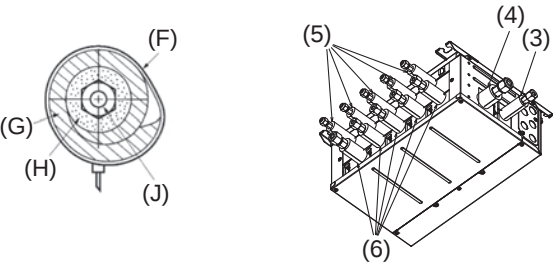
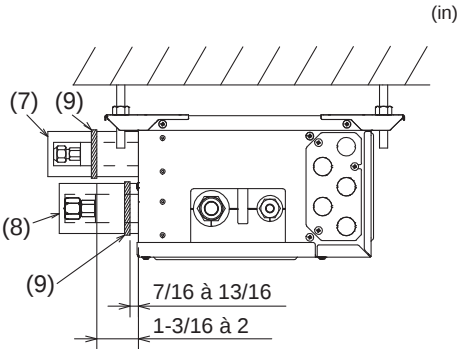

Fig. 7-3
Fig. 7-4
- Isolez les tuyaux de liquide et de gaz du Boîtier de dérivation en appliquant de la mousse polyéthylène résistante à la chaleur tout autour. (Fig. 7-3) Sinon, il pourrait en résulter des blessures lors du raccordement des tuyaux ou des fuites d'eau en raison de la condensation sur ces derniers. Tout raccordement incorrect engendre un dysfonctionnement.
- 5) Appuyez les cache-tuyaux (3) et (5) sur les tuyaux de liquide contre l'appareil et enroulez-les pour les maintenir en place. (Fig. 7-3)
- 6) Appuyez les cache-tuyaux (4) et (6) sur les tuyaux de gaz contre l'appareil et enroulez-les pour les maintenir en place. (Fig. 7-3)
- 7) Fixez les sangles fournies (9) à 7/16-13/16 in (10 à 20 mm) de chaque extrémité des cache-tuyaux ((3)(4)(5)(6)).
- 8) Si l'appareil intérieur n'est pas raccordé, raccordez les cache-tuyaux (avec les bouchons, (7) et (8)) sur les branchements des tuyaux de réfrigérant du Boîtier de dérivation contre l'appareil afin d'éviter un écoulement de condensation des tuyaux. (Fig. 7-4)
- 9) Fixez les cache-tuyaux ((7)(8)) à l'aide des sangles fournies (9).
- (F) Sangle (3.1. Accessoire n° (9))
- (G) Cache-tuyaux (3.1. Accessoire n° (3)(4)(5)(6))
- (H) Isolant thermique pour tuyau de réfrigérant
- (J) Tuyau de réfrigérant
7.2. Gestion des orifices de raccordements qui ne sont pas raccordés à l'appareil extérieur (Fig. 7-4)